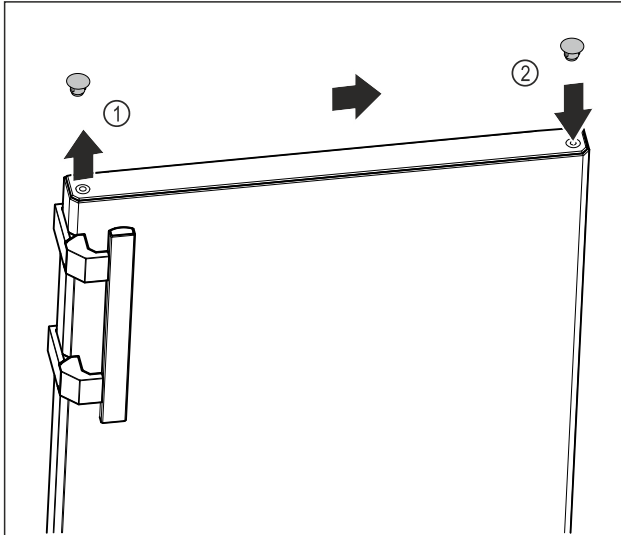

Fig. 14
- ▶ С плоска отвертка внимателно повдигнете покриващата тапа от горната страна на вратата Fig. 14 (1) и я извадете.
- ▶ Поставете покриващата тапа от другата страна. Fig. 14 (2)